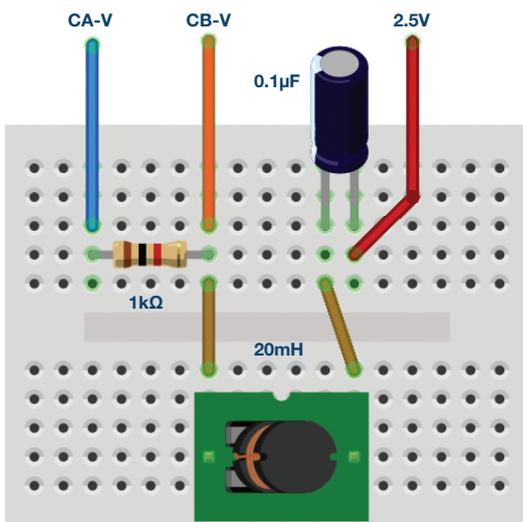

図4. BSFを構成するためのブレッドボード上の接続
- ▶ 1. 1kΩの抵抗R1、0.1μFのコンデンサC1、20mHのインダクタL1を使用し、ソルダレス・ブレッドボード上に、図4に示すようにしてフィルタ回路を構成します。